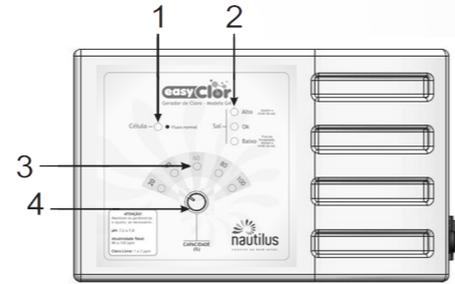

Figura 12
La capacidad de producción de cloro es regulada en el panel frontal (figura 12 - punto 4), con valores que representan el porcentaje de tiempo de producción en el período de 1 hora (figura 12 – punto 3).
- Flujo (figura 12 – punto 1): Cuando el Led de Flujo (verde) esté parpadeando, eso indica que el sensor de flujo está actuando, indicando que no existe flujo de agua en la tubería, siendo así el generador no funcionará hasta retomar el flujo, cuando entonces el led quedará encendido y el generador funcionará normalmente.
- Nivel de Sal (figura 12 – punto 2): Para indicar el nivel de sal el Generador de Cloro EASYCLOR - G4 posee tres Leds indicadores que funcionan de la siguiente manera.